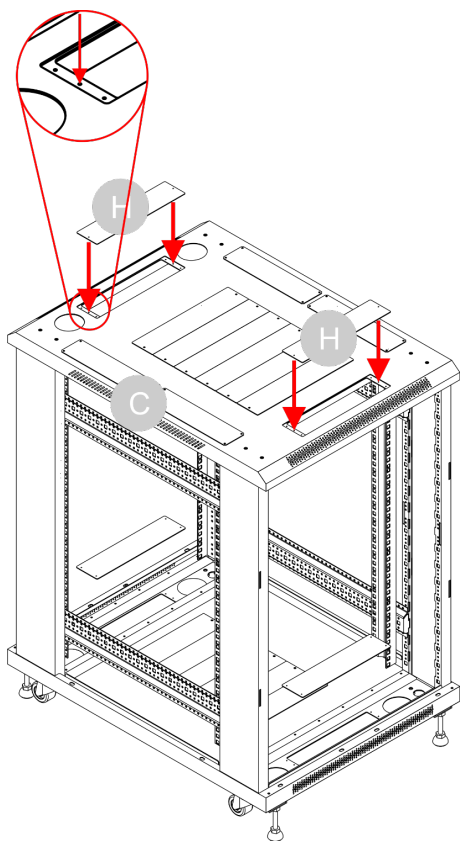

Fig. 33
- 17) Collocare le 2 **piastre metalliche (H)** sopra i fori della **piastra superiore (C)**, come indicato nella Fig. 33.